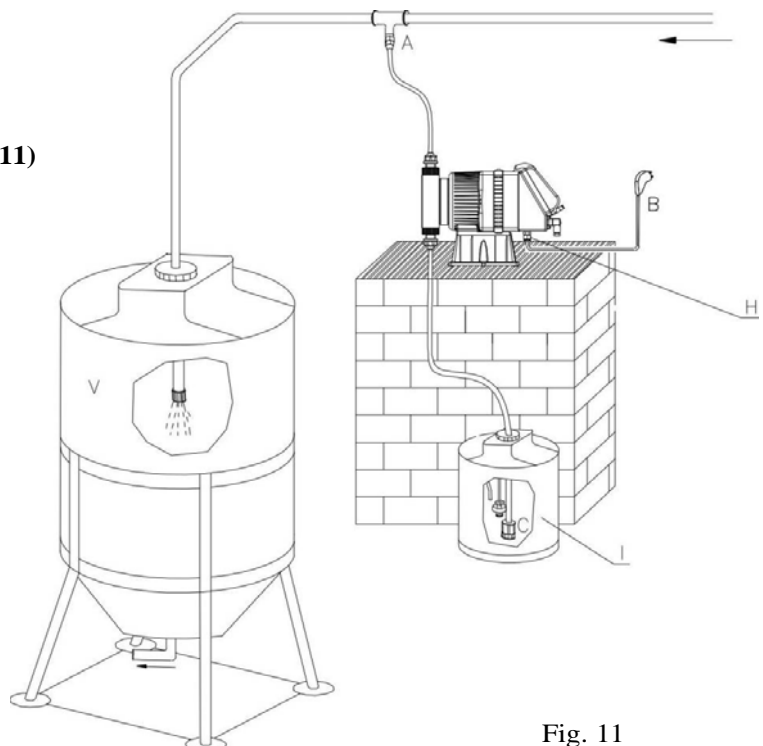

Fig. 11
7.2 - ESQUEMA DE INSTALAÇÃO TÍPICA (Fig. 11)